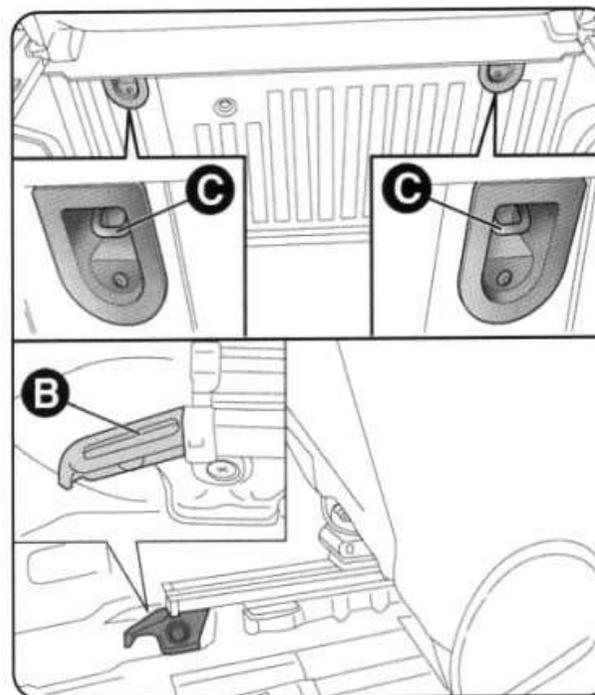

рис. 14
- сиденье переднего пассажира — прикрепите верхний ремень детского сиденья к кронштейну В (рис. 14), расположенному в нижней части сиденья рядом с направляющей переднего сиденья;
- заднее сиденье — прикрепите верхний ремень детского сиденья к кронштейну С (рис. 14), расположенному на задней стороне спинки сиденья.